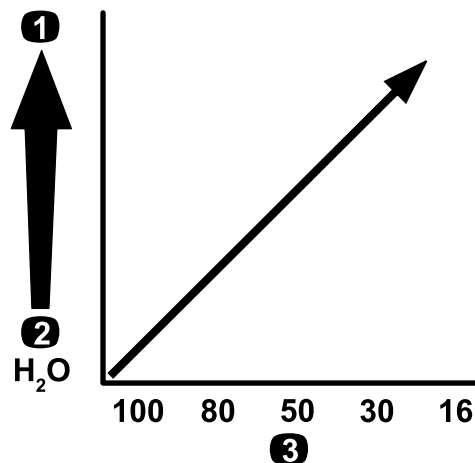

Рисунок 79
**Внимание:** При распылении химикатов с более высокой вязкостью (более плотных) или растворов со смачивающимися порошками может потребоваться применение более грубого сетчатого фильтра для приобретаемого отдельно фильтра нагнетания; см. Рисунок 79.